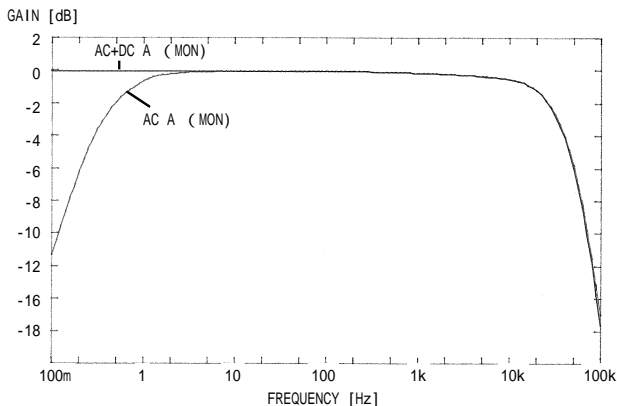

図1 電流出力周波数特性
- ・ 測定の応答速度は、フルスケール (f.s.) 入力時に、立上り (0% ~ 90%) は約 250 ms、立下り (100% ~ 10%) は約 500 ms です。(2.2.5 の図 1, 2 参照)
- ・測定の応答速度は、フルスケール (f.s.) 入力時に、立上り (0% 90%) は約 250 ms、立下り (100% 10%) は約 500 ms です。(2.2.5 の図 1, 2 参照)